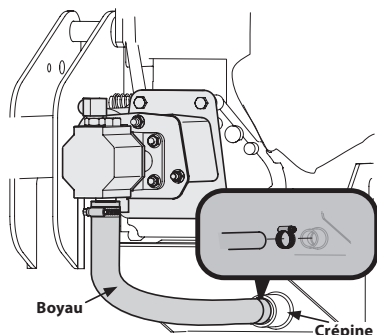
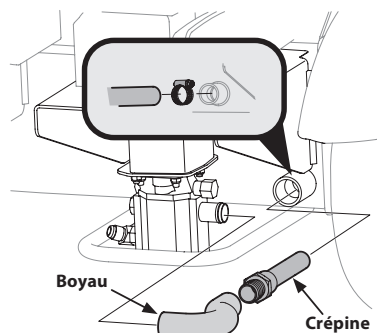

Figure 18
Figure 19
2. Si votre fendeuse à bûches est équipée d'un moteur à arbre horizontal, consultez la Figure 18, lorsque vous changez le liquide hydraulique.
3. Si votre fendeuse à bûches est équipée d'un moteur à arbre vertical, consultez la Figure 19 lorsque vous changez le liquide hydraulique.
4. Débranchez le boyau du fond du réservoir. Pour les moteurs à arbre horizontal, consultez Figure 18 et pour les moteurs à arbre vertical, la Figure 19.